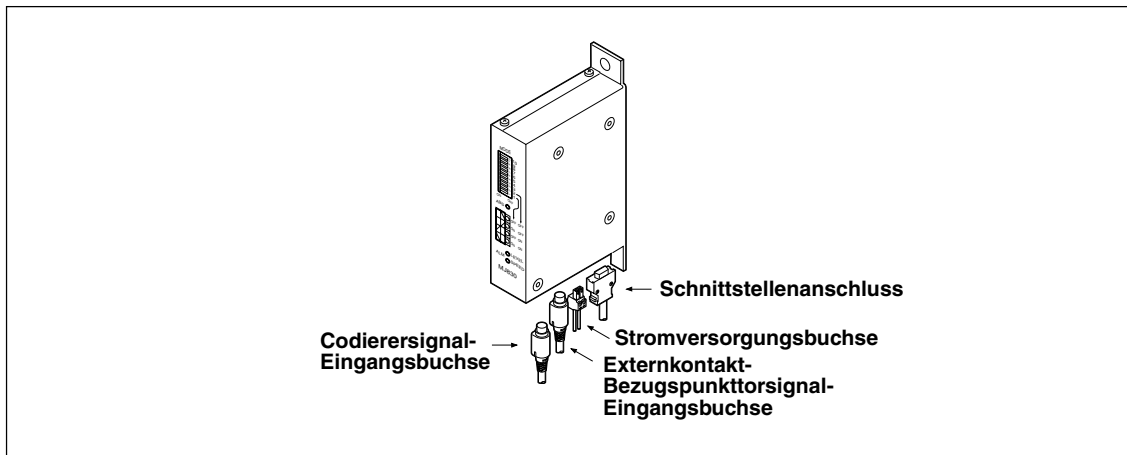

Abb. 3-1
Die Versorgungsspannung ist dem in Abb. 3-1 gezeigten Schnittstellen-Anschluss und dem Stromversorgungsanschluss gemäß den folgenden Spezifikationen zuzuführen.
Um die Codiersignal-Eingangsbuchse, den Externkontakt-Bezugspunkttorsignal-Eingangsstecker und den Schnittstellenstecker an den Interpolator anzuschließen, führen Sie die Stecker an den in Abb. 3-1 gezeigten Stellen ein, bis sie mit einem Klicken einrasten.
- Führen Sie die Stecker korrekt an den vorgesehenen Stellen ein (siehe Abb. 3-1). Die Stecker können beschädigt werden, falls sie an einer falschen Stelle eingeführt werden.